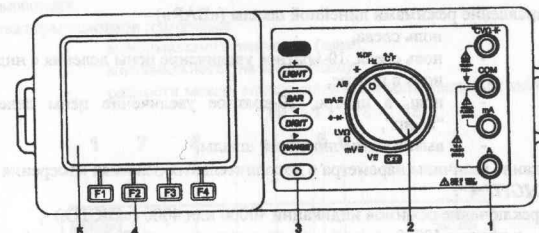

Рис. 5.1 Передняя панель
Функциональные клавиши (п. 3, рис. 5.1) обеспечивают задание общих параметров режимов измерения.
- переключение режимов измерения в пределах установленного ручкой 2 (рис. 5.1) положения путем последовательного нажатия на клавишу.
Клавиши F1 - F4 (п. 4, рис. 5.1) совместно с функциональной клавишей "O" используются для выбора и активизации дополнительных режимов измерения. Дополнительные режимы задаются через опции меню функций. Выбранная опция помечается индикатором "○".